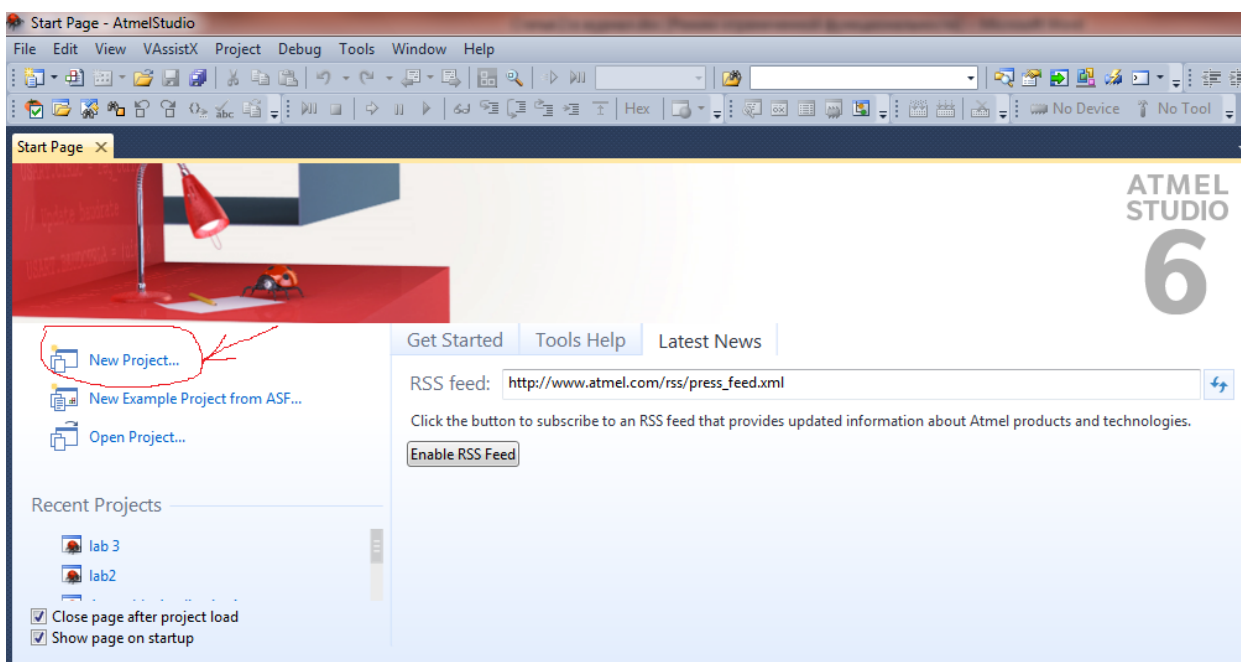

Рис.1 Стартовая страница AVR Studio 6
1. Запустить программу и после появления стартового окна в левом верхнем углу кликнуть New Project (рис.1).